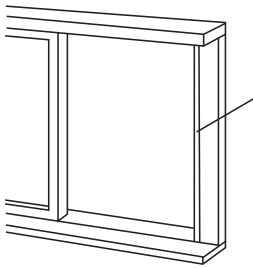

fig.12
1. Snijd het schuim afdichting (lijm type) tot de juiste lengte en bevestig deze aan het raamkozijn. Zie Fig.12.